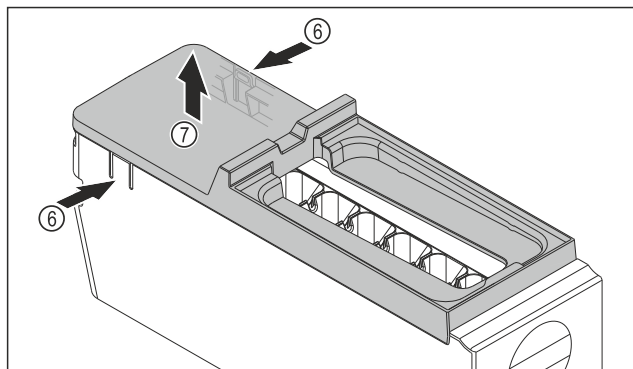

Fig. 106
- Vyjmutí krytu korpusu EasyTwist-Ice: Lamely Fig. 106 (6) na obou stranách korpusu EasyTwist-Ice stlačte jednou rukou.
- Kryt Fig. 106 (7) vyjměte druhou rukou nahoru.